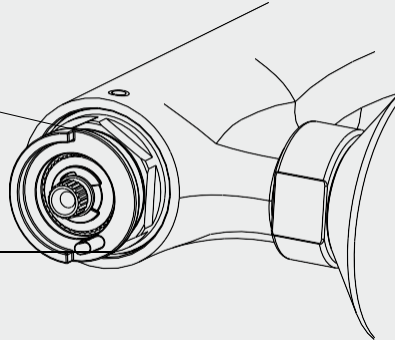

Fig.14
- Vérifier que l'anneau de sécurité température 38°C soit positionné comme indiqué dans la Fig.14 (pour le mitigeur apparent)
- *Check the 38°C safety ring is positioned as in the (Fig. 14) (for the external mixer)*
- Verificar que el anillo de seguridad 38°C esté posicionado como indicado en la **Fig.14**